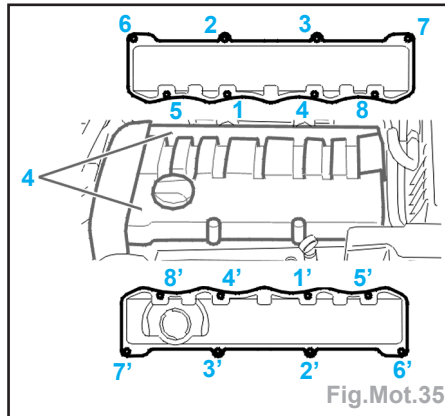

Fig.Mot.35
- Reposer les couvre-culasses (4) après avoir nettoyé les joints et les plans de joints (Fig.Mot.35).